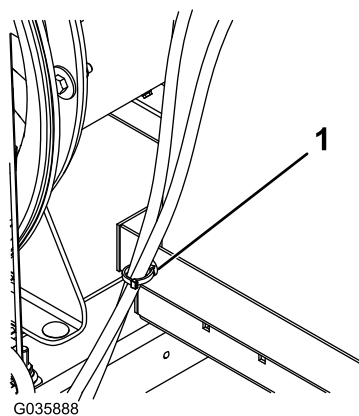

図 10
11. 燃料タンクトレイの側部にタイクリップを取り付け、燃料タンクホース2本をそこに固定する 図 10。